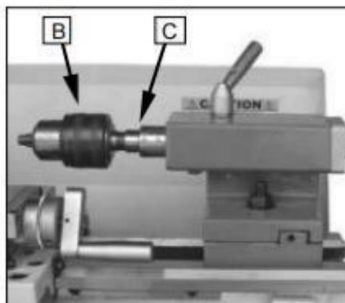

Fig. 28
Verwenden Sie das Bohrfutter, um Zentrierbohrer und Spiralbohrer im Reitstock zu halten - (B) (Abb. 28)
Zur Befestigung des Bohrfutters im Reitstock ist eine Aufnahmebohrung erforderlich. Sie hat einen Morsekegel Nr. 1. (C) Abb. 28